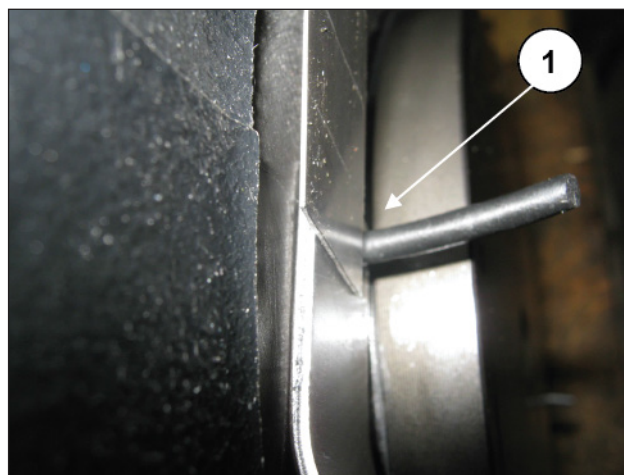
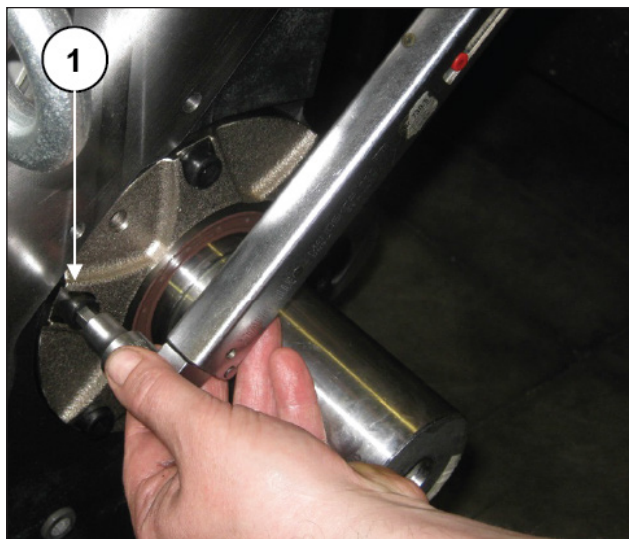
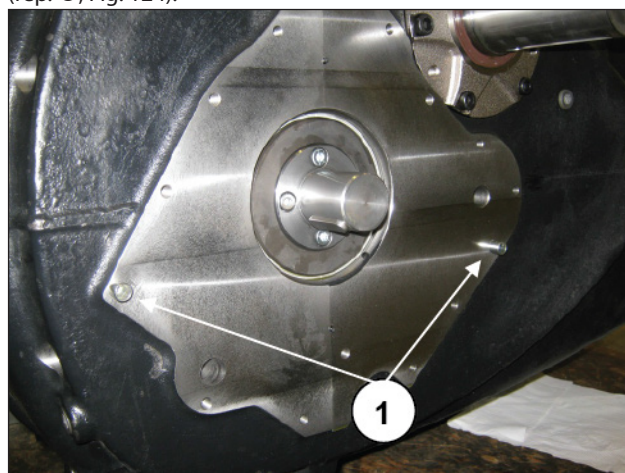

Fig. 114
Fig. 120
Fig. 125
Mouiller avec de la silicone type MOTORSIL D (Arexons) toutes les saillies des joints en contact avec les joints plats (Fig. 114, rep. ①).
Poser le couvercle de vilebrequin avec le joint (après avoir humecté les joints toriques saillants avec du mastic silicone - voir Fig. 114 - et serrer la vis de fixation M8 (rep. ①, Fig. 120 - Fig. 121).
Monter le joint plat (rep. ①, Fig. 125) après avoir mouillé les joints toriques saillants avec du mastic silicone (voir Fig. 114).